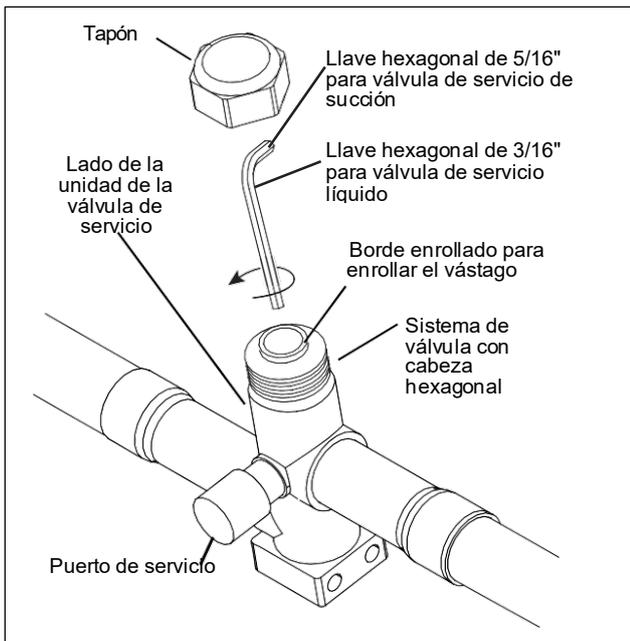

Figura 25
1. Retire la tapa de la válvula de servicio (Figura 25).